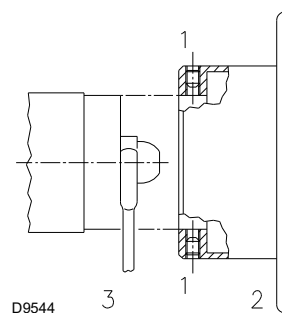

Fig. 20
- fixați-l cu cheia prin orificiul central al discului de stabilitate a flăcării sau slăbiți șuruburile 1)(Fig. 20);